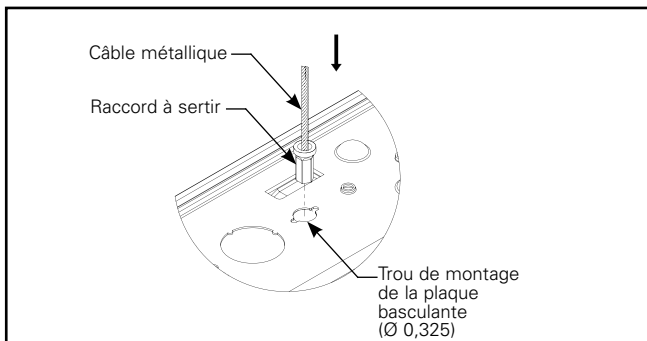

Figure 4.1.
- A. Insérez le câble métallique avec l'écrou à sertir dans le trou (0,89 cm [0,35 po]) du canal (figure 4.1).